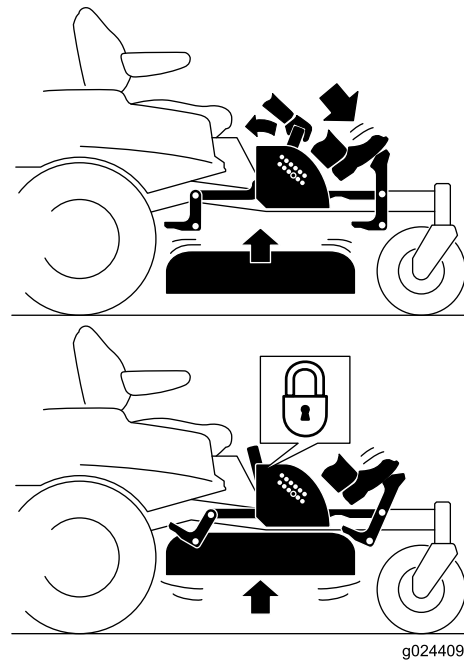

Bild 22
- Treten Sie auf das Pedal, um das Mähwerk anzuheben; treten Sie solange auf das Pedal, bis das Mähwerk in der arretierten Transportstellung ist (Bild 22).
- Treten Sie auf das Mähwerkhubpedal und ziehen Sie den Transportsperrehebel nach hinten, um die Transportsperre zu entriegeln (Bild 22).
4. Treten Sie auf das Mähwerkhubpedal und ziehen Sie den Hebel nach hinten, um die Transportsperre zu entriegeln (Bild 22).